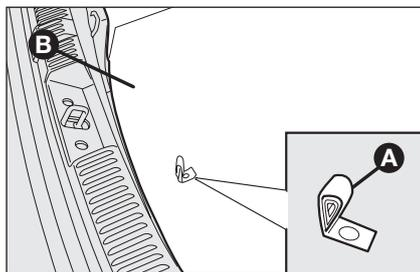

fig. 2
- spegnere il motore e tirare il freno a mano; inserire la prima marcia o la retromarcia; mediante la maniglia **A-fig. 2** rimuovere il preformato di rivestimento rigido **B**;